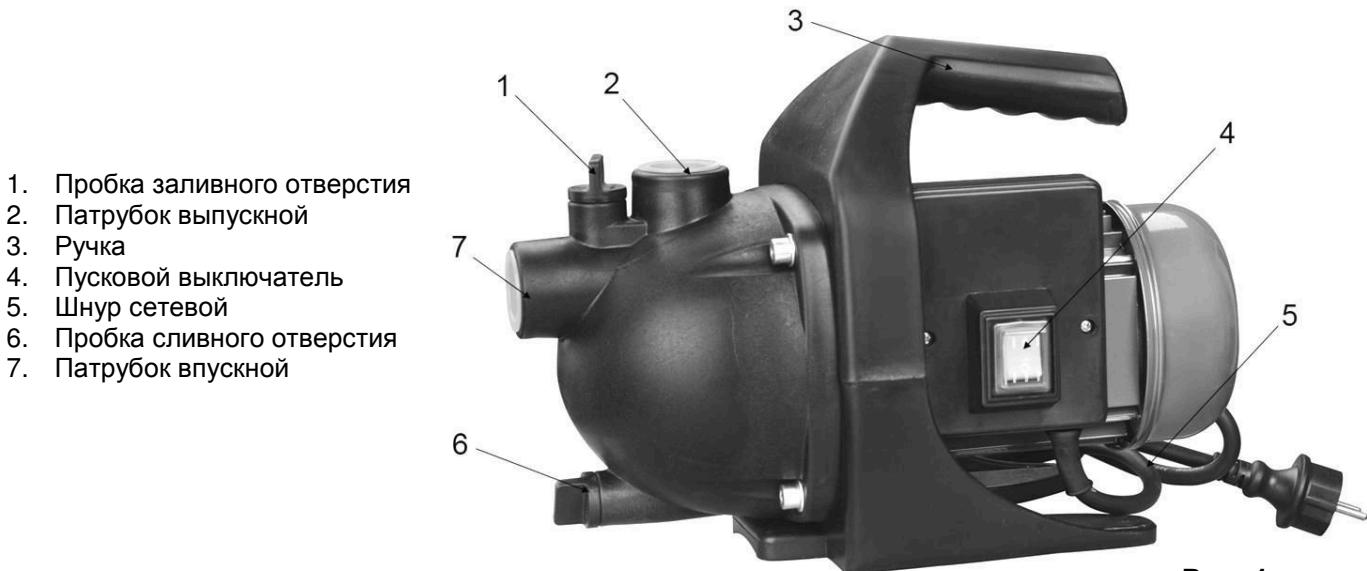

Рис. 1
1. Присоединить всасывающую трубу с обратным клапаном к входному отверстию (7)(См. Рис.1)
2. Присоединить напорную трубу к выходному отверстию (2)
3. Вывинтить пробку (1), залить насосную камеру водой и завинтить пробку.
5. Подключить насос к сети и нажать на клавишу пускового выключателя (4).
- Открутите винтовую пробку заливного отверстия (1) (См. Рис.1).
- После заливки заверните пробку (1) (См. Рис.1).